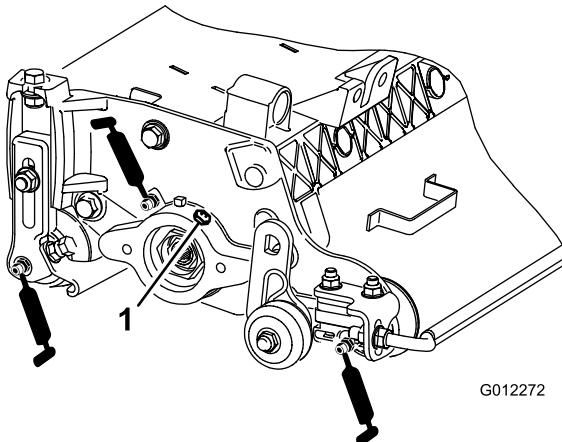

Figure 8
Chaque verticutter comprend 6 graisseurs (Figure 8) qu'il faut lubrifier chaque semaine avec de la graisse universelle au lithium N° 2.
2. Appliquez de la graisse jusqu'à ce qu'elle ressorte propre par le joint des rouleau et le clapet de décharge du roulement (Figure 8).